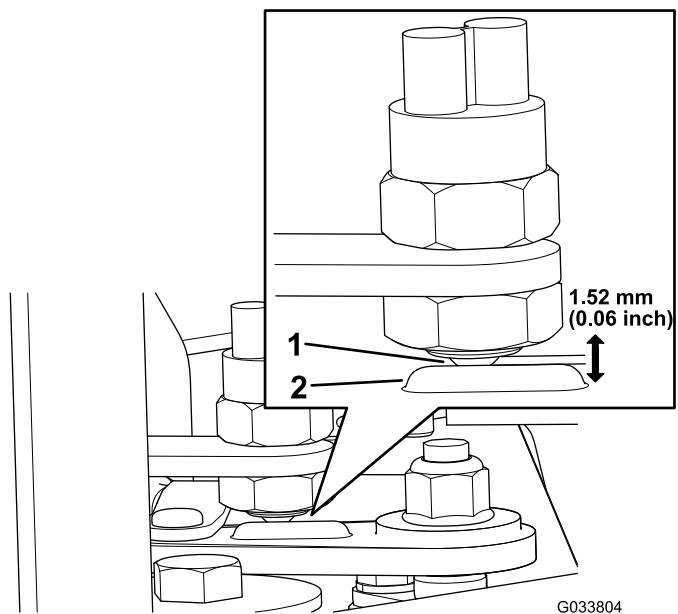

Figure 5
4. Assurez-vous que le commutateur sphérique est bien devant le renflement sur le levier sélecteur (Figure 5).
5. Réglez la profondeur du commutateur sphérique de sorte à obtenir un jeu de 1,52 mm entre le renflement du levier sélecteur et la face du commutateur (Figure 5).